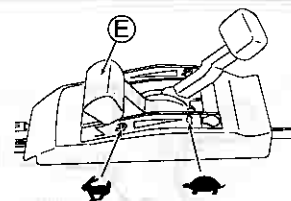

Fig. 13.
- Verifique se há alguma pessoa atrás de você ao puxar a manopla de partida (V).
- Segure firmemente a manopla de partida (V) ao puxá-la.
- Retorne lentamente a manopla de partida (V).
5 Aqueça a máquina antes de usá-la. Depois que o motor estiver aquecido, comece a cortar colocando a alavanca do acelerador (E) em "N". (Veja a fig. 13.)